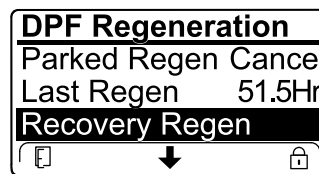

Figura 88
- În cazul în care computerul motorului nu a solicitat o regenerare de recuperare i derulai în jos la opțiunea RECOVERY REGEN (Regenerare de recuperare), regenerarea de recuperare se blochează i pictograma de blocare (Figura 88) apare în colul dreapta jos al InfoCenter.